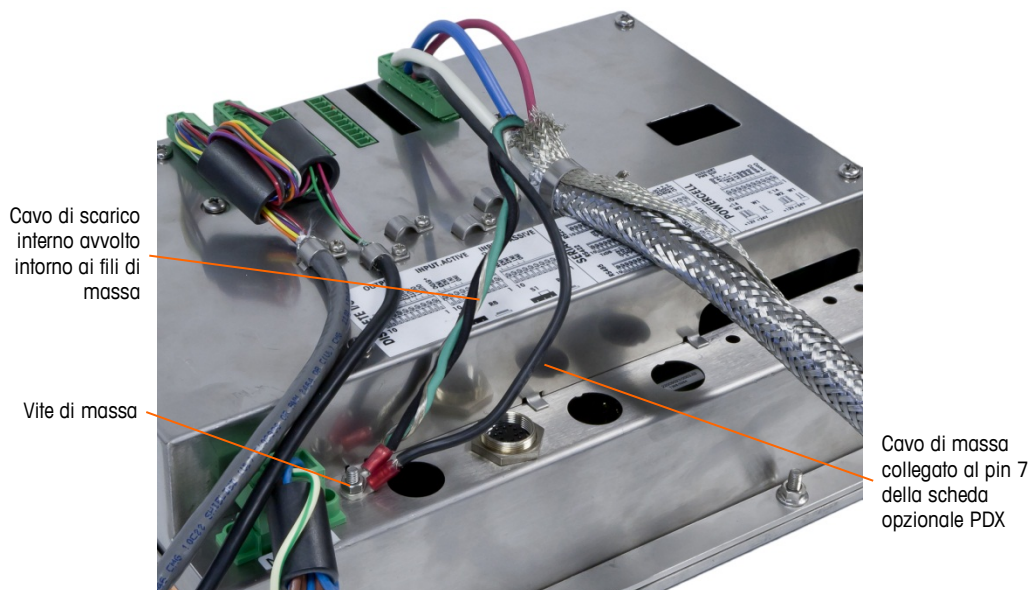

Figura 2-69: Collegamento a terra completato
4. Attorcigliare il filo di scarico interno del cavo generale con i cavi di massa nero e verde e fissare gli stessi alla vite di massa esterna come in Figura 2-69.